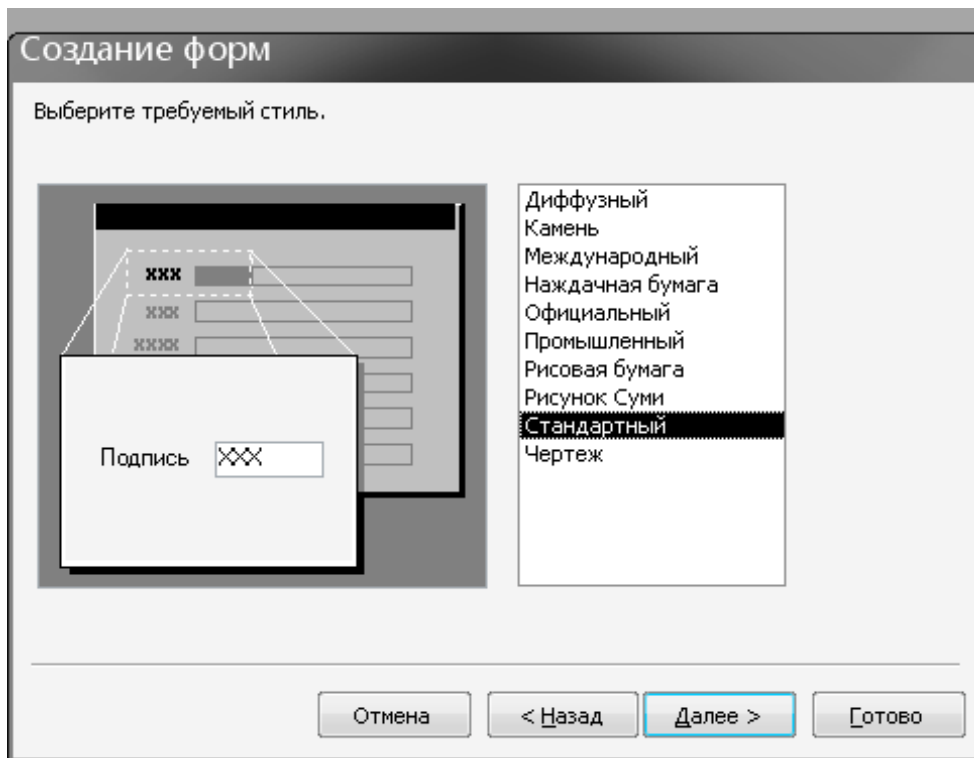

Рис. 2.14 – Вікно вибору стилю оформлення форми
4. Далі вибрати зручний стиль оформлення форми (рис. 2.14) і натиснути **Далее**.